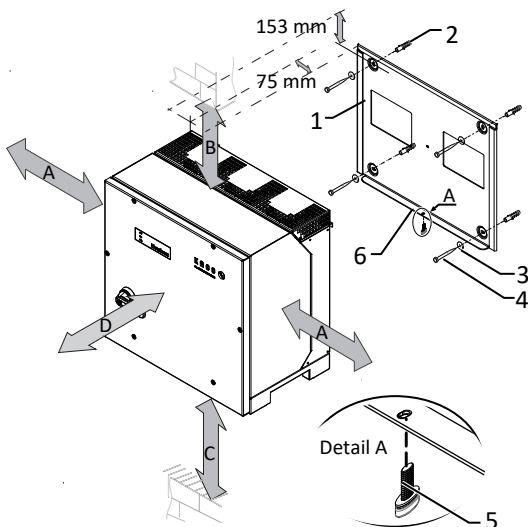

Abb. 16: Mindestabstände für Wandmontage
3. Beiliegende Schraube an der Lasche der Halterung einsetzen und Gerät zur Sicherung gegen Ausheben befestigen [ T30 /  2 Nm] ([Siehe Abbildung 16 [▶ Seite 20]]).